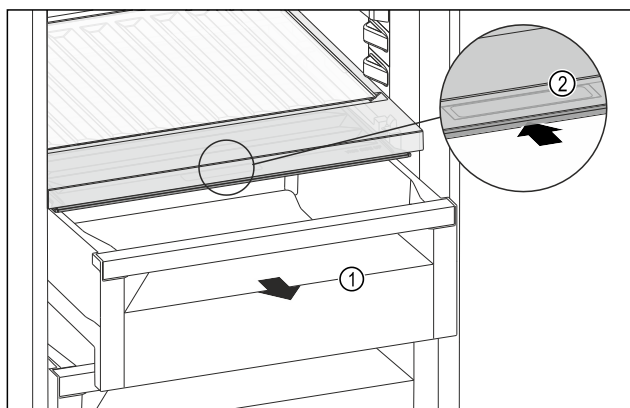

Fig. 128
- ▶ Húzza ki a fiókot Fig. 128 (1).
- ▶ Fogja meg a sülyesztett fogantyút Fig. 128 (2) a rekeszfedélén, és ezzel egy időben tolja hátra a rekeszfedelet.